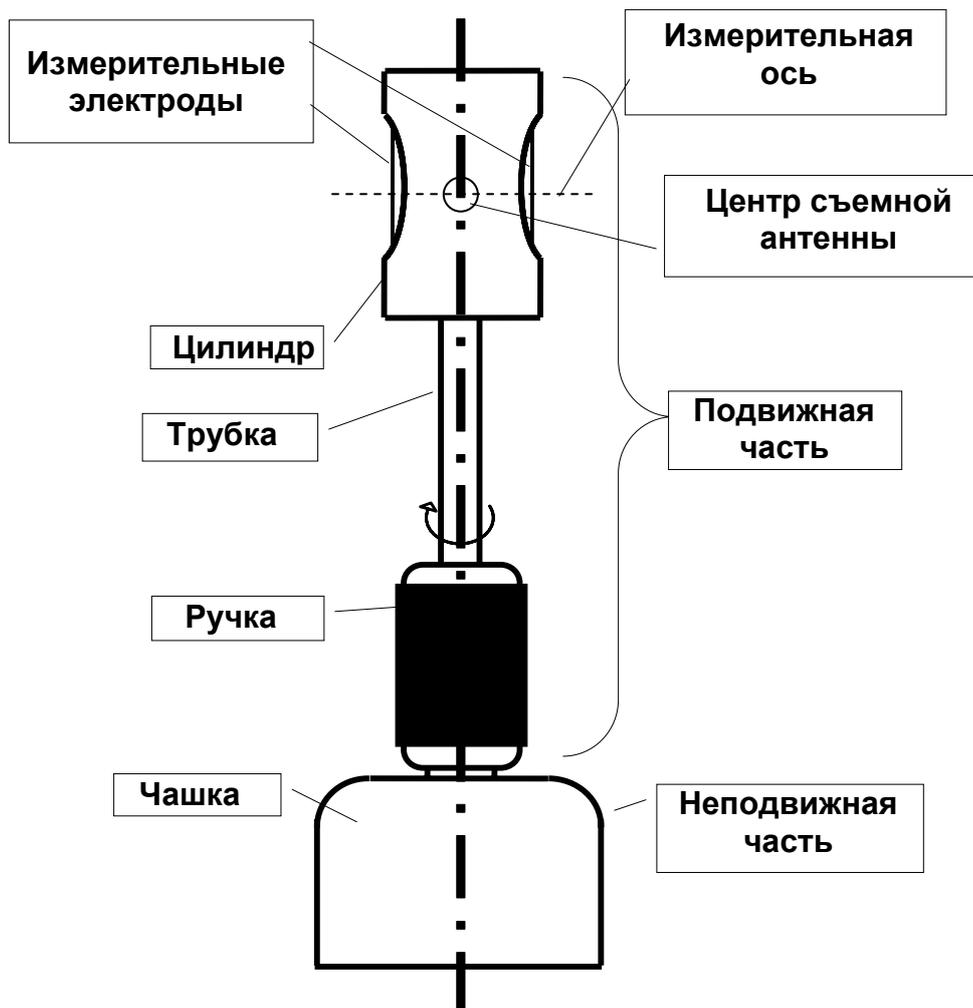

Рис. 3 Съемная антенна.
**4.2.4** Съемная антенна (рис. 3) используется для измерения напряженности электростатического поля в свободном пространстве и состоит из подвижного и неподвижного узлов. Подвижный узел состоит из цилиндра с двумя симметричными измерительными электродами, трубки и ручки. Неподвижный узел состоит из чашки с устройством, обеспечивающим электрические контакты измерительных электродов съемной антенны с обкладками накопительного конденсатора через чашку и приемную часть стационарной антенны.